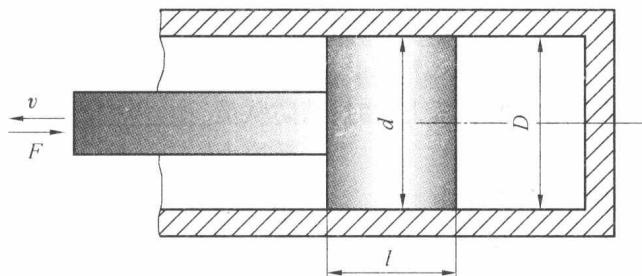

图 2.4 例题图 4
6. 图 2.4 所示液压缸直径 $D = 12 \text{ cm}$, 活塞直径 $d = 11.96 \text{ cm}$, 活塞长 $l = 14 \text{ cm}$, 在缸筒和活塞之间充有动力黏度为 $\mu = 0.065 \text{ Pa} \cdot \text{s}$ 的油液, 若施于活塞上的力 $F_f = 8.44 \text{ N}$, 试求活塞的移动速度 v 。